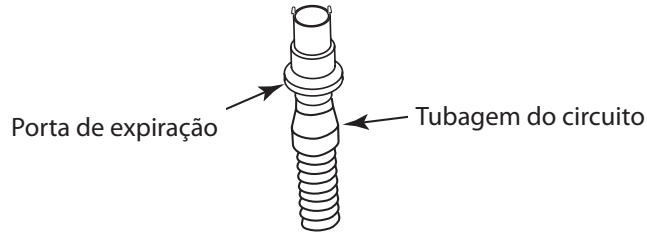

Figura 5-4 Conexão de um dispositivo de expiração
- B. Se uma máscara com um dispositivo de expiração separado estiver sendo usada, ligue a extremidade aberta da tubagem do circuito ao dispositivo de expiração, tal como indicado na Figura 5-4. Posicione o dispositivo de expiração de forma que o ar ventilado fique a soprar na direção contrária ao rosto do paciente.